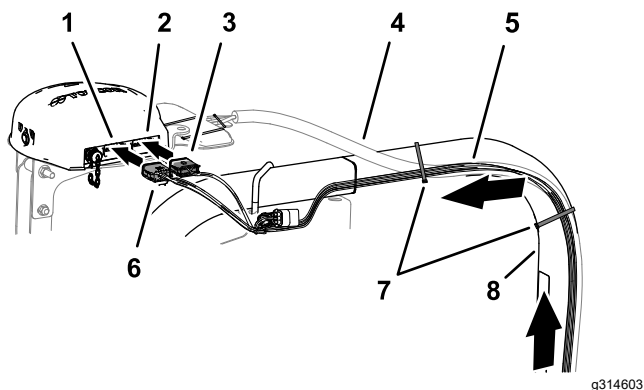

Рисунок 160
1. Проложите ответвление длиной 302 см жгута проводов передачи навигационных данных и электропроводов вдоль правой трубы конструкции ROPS так, чтобы 12-гнездовой разъем (**серый**) и 12-гнездовой разъем (**черный**) были направлены вверх, в сторону навигационного приемника (Рисунок 160).